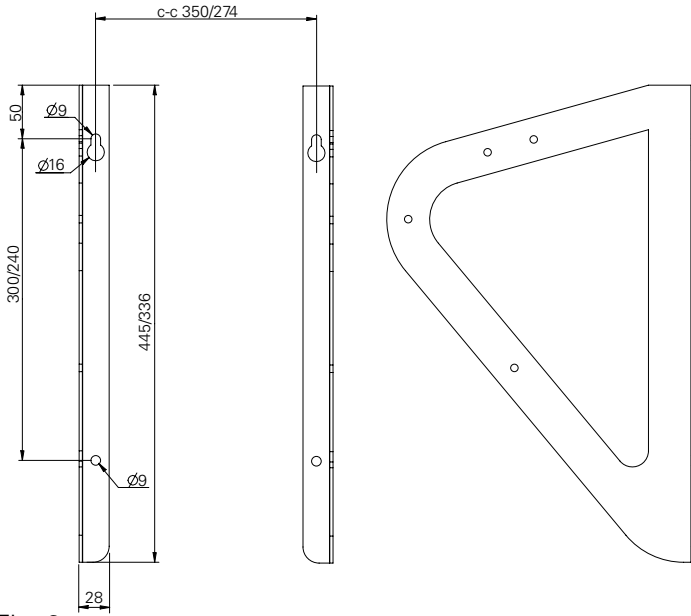

Fig. 2
1. Bor fire hull i veggen med c-c-avstand iht. fig. 2 på side 2. Sett inn skruene i de to øverste hullene.